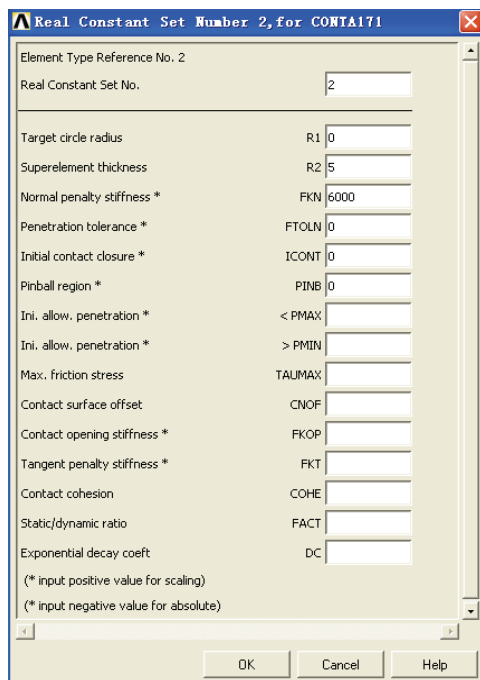

图 5-174 CONTA171 单元实常数设置对话框
7) 在 Real Constants 对话框上单击 Add 按钮, 出现 Element Type for Real Constants 对话框, 选择 Type 2 CONTA171, 单击 OK 按钮, 出现 Real Constant Set Number 2, for CONTA171 对话框, 在 Real Constants Set No. 输入栏中输入 2, 在 Superelement thickness R2 输入栏中输入 5, 在 Normal penalty stiffness FKN 输入栏中输入 6000, 其余选项采用默认设置, 如图 5-174 所示, 单击 OK 按钮关闭该对话框。